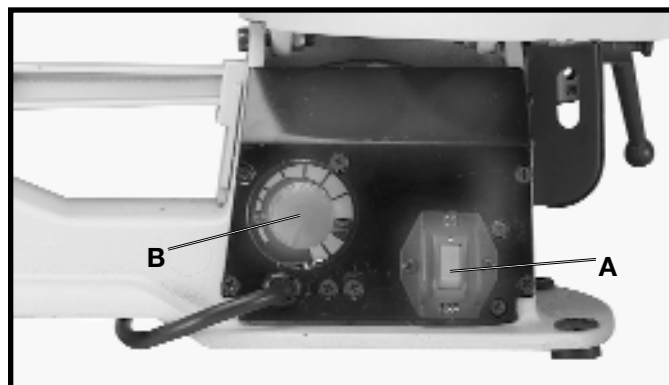

Fig. 17
L'interrupteur marche-arrêt (A) fig. 17, et de vitesse variable (B) se trouve sur le côté droit de la base de la scie à découper, tel qu'illustré. Pour mettre la scie en marche, pousser l'interrupteur (A) vers le haut à la position marche. Pour éteindre la scie, pousser l'interrupteur (A) vers le bas jusqu'à la position d'arrêt. La scie à découper est dotée d'un bouton de contrôle de vitesse variable (B, figure 17. La plage de vitesse variable est de 400 à 1 800 courses par minute. Lorsque le bouton de vitesse variable est tourné jusqu'au bout à gauche (en sens antihoraire) la vitesse sera de 400 courses par minute. Pour augmenter la vitesse, tourner le bouton (B) vers la droite (en sens horaire) jusqu'à l'atteinte de la vitesse voulue. Lorsque le bouton (B) tourne jusqu'au bout à droite (en sens horaire) la vitesse sera de 1 800 courses par minute.